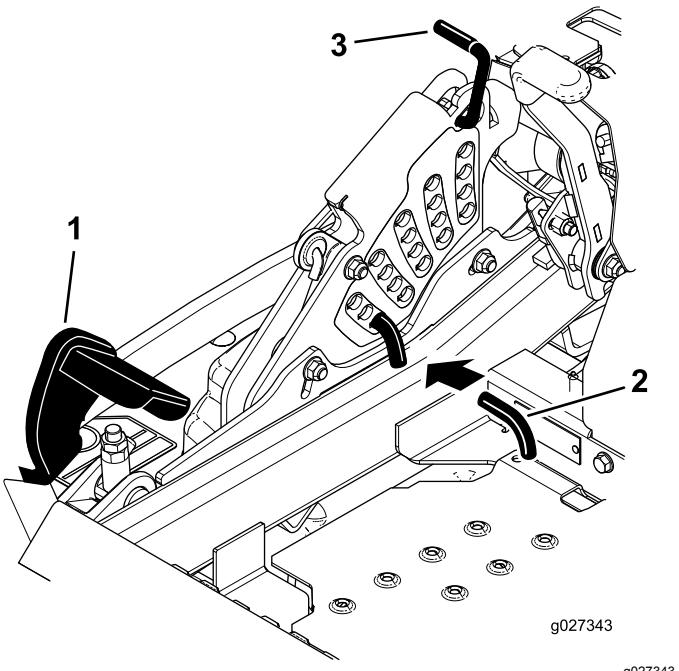

Figura 86
5. Empuje el pedal de elevación de la carcasa hacia delante del todo; la carcasa se enganchará en la POSICIÓN DE TRANSPORTE de 14 cm (5½") (Figura 86).